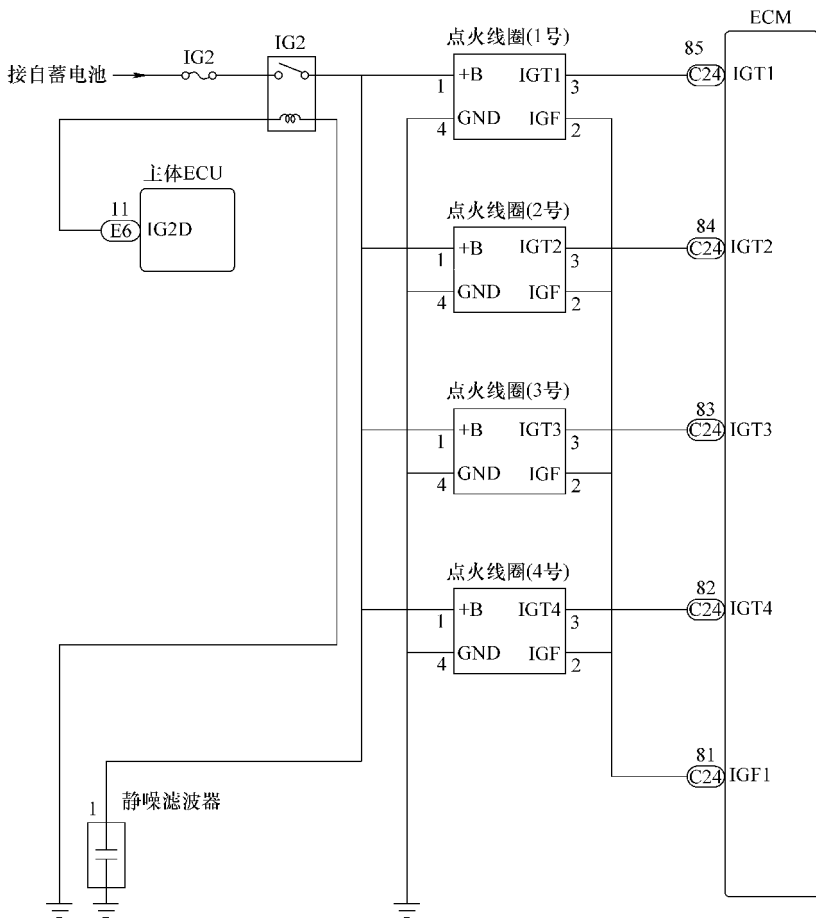

图 4-5 丰田凯美瑞 ECU 控制点火系统的电路
2) ECU 控制点火系统的电路。以丰田凯美瑞为例, ECU 控制点火系统的电路如图 4-5 所示。